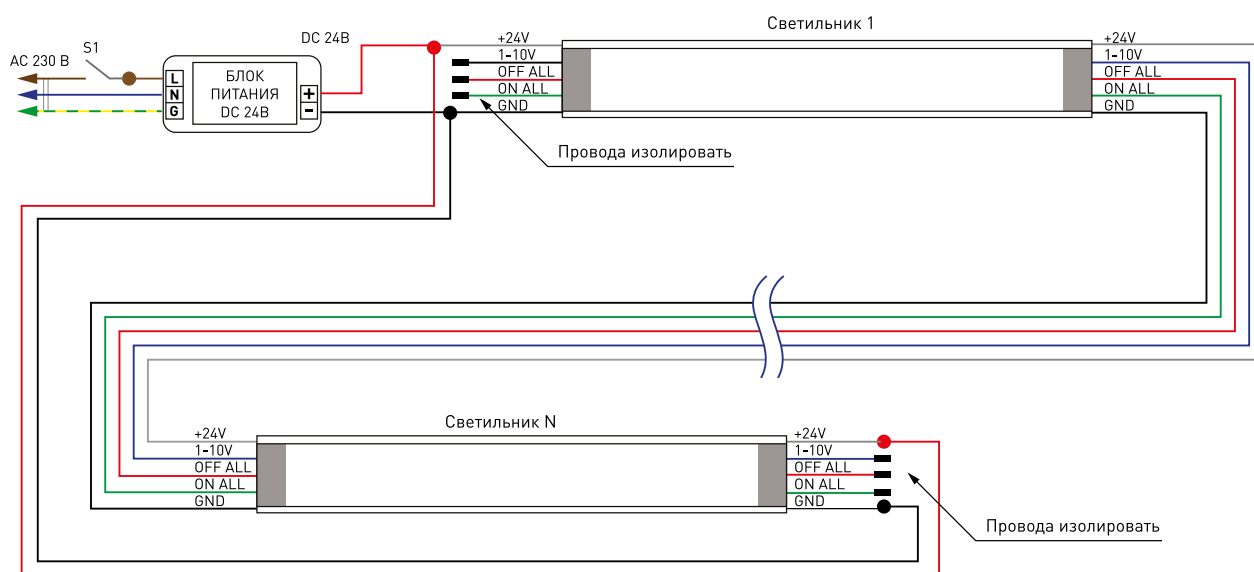

Рис. 1. Последовательное подключение группы светильников
- Подключите провода питания/управления светильника. Схема подключения приведена на рис. 1.